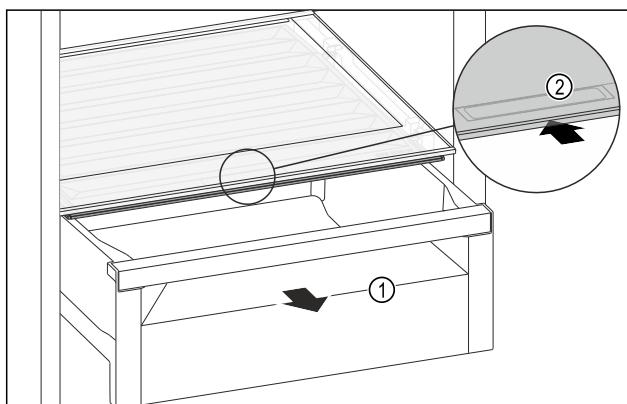

Fig. 109
- Изтеглете чекмеджето Fig. 109 (1).
► Хванете вдълбнатия захват Fig. 109 (2) на капака на отделението и едновременно с това избутайте назад капака на отделението.